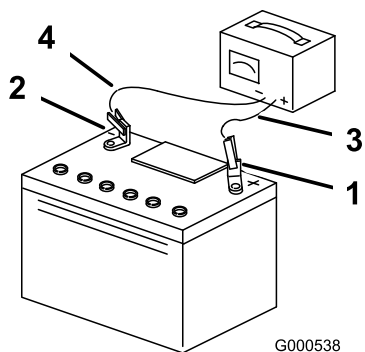

Figura 43
4. Quando la batteria è completamente carica, staccate il caricabatterie dalla presa elettrica e scollegate i cavi di ricarica dai poli della batteria (Figura 43).